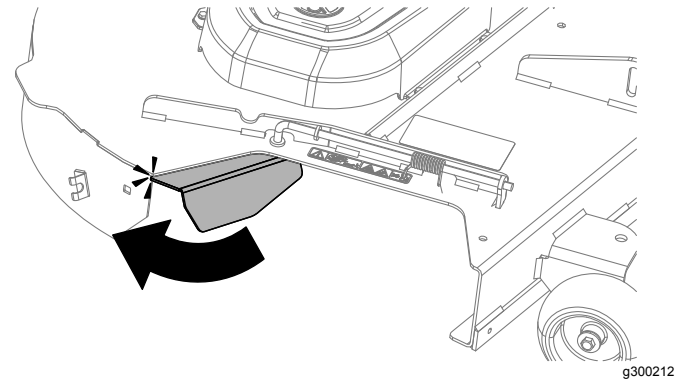

Figure 16
3. Faites pivoter le déflecteur d'ouverture du système de ramassage jusqu'à ce qu'il touche le bord arrière du plateau de coupe (Figure 16).